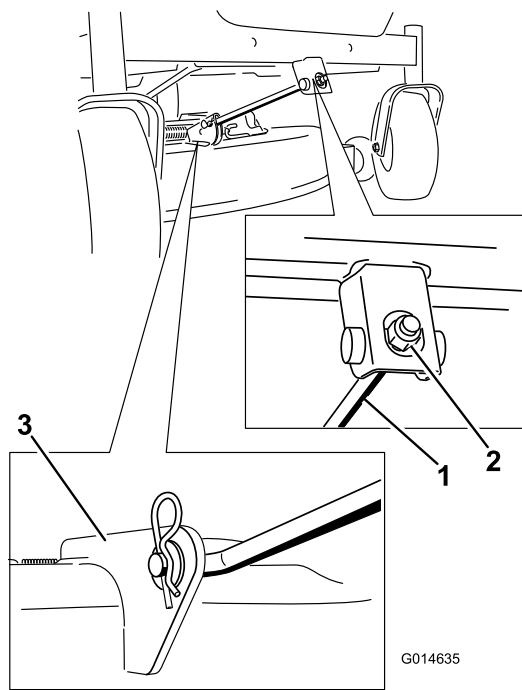

Figura 70
5. Rimuovete la coppiglia dall'asta di supporto frontale e rimuovete l'asta dalla staffa del piatto di taglio (Figura 70).
8. Montate l'asta di sostegno anteriore sul piatto di taglio con il perno con testa e la coppiglia a forcina (Figura 70).